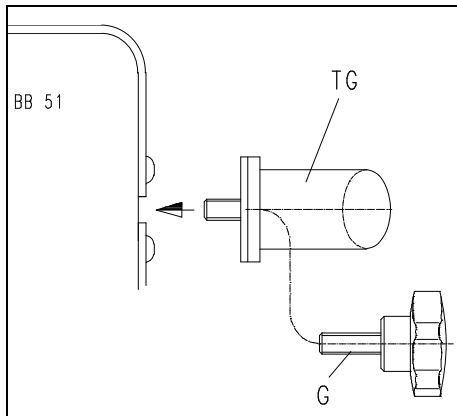

図 12
- トミースクリューGをキャリーハンドルTGと一緒にネジ穴に挿入し、締め付けます。図 12